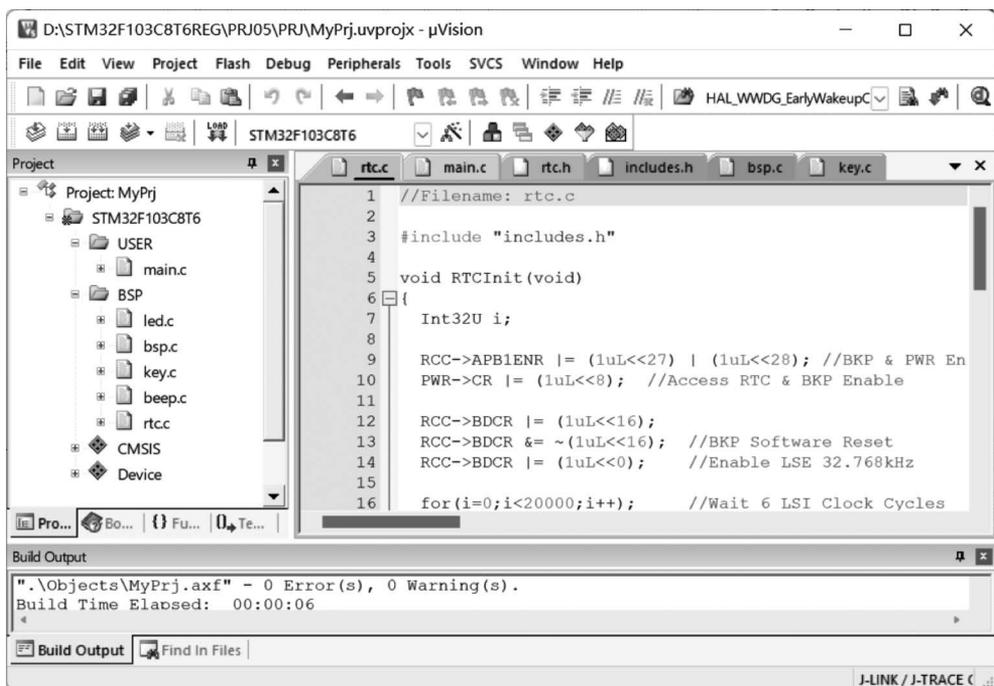

图 5-11 工程 PRJ05 工作窗口
(5) 将 rtc.c 文件添加到工程管理器的 BSP 分组下。建设好的工程 PRJ05 如图 5-11 所示。
在图 5-11 中,编译链接并运行工程 PRJ05,可观察到 STM32F103C8T6 学习板上的 LED 灯 D3 每隔 1s 闪烁一次。此外,工程 PRJ05 保留了工程 PRJ02 的按键功能。